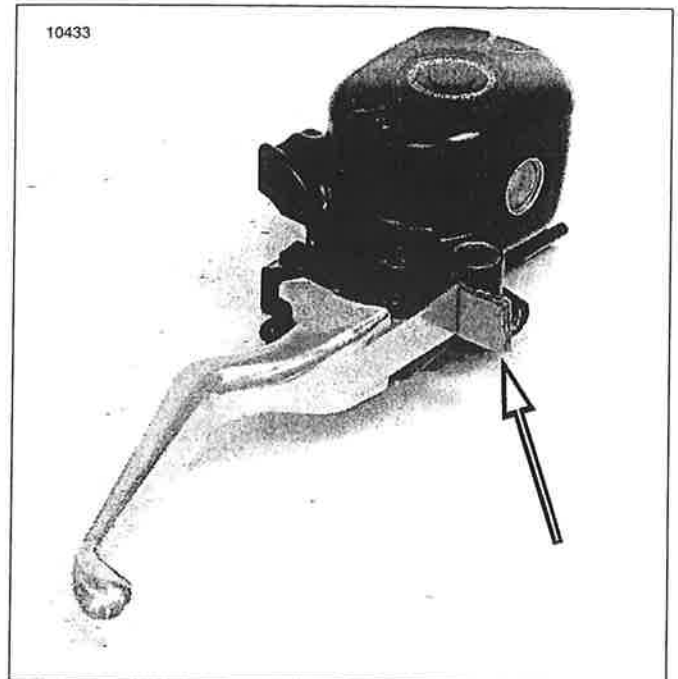

Figura 7-45. Instalación del inserto de cartón
2. Vea la Figura 7-45. Coloque un inserto de cartón de 3,96 mm (5/32 pulg.) entre la palanca del freno delantero y la pieza de soporte de la palanca.
Vea la Figura 7-45. No quite el conjunto de la caja de interruptores sin colocar primero un inserto de cartón de 3,96 mm (5/32 pulg.) entre la palanca de freno y la pieza de soporte de la palanca. Si se retira el conjunto sin el inserto de cartón en su lugar, se podría dañar la funda de caucho y el émbolo del interruptor de la luz de parada.